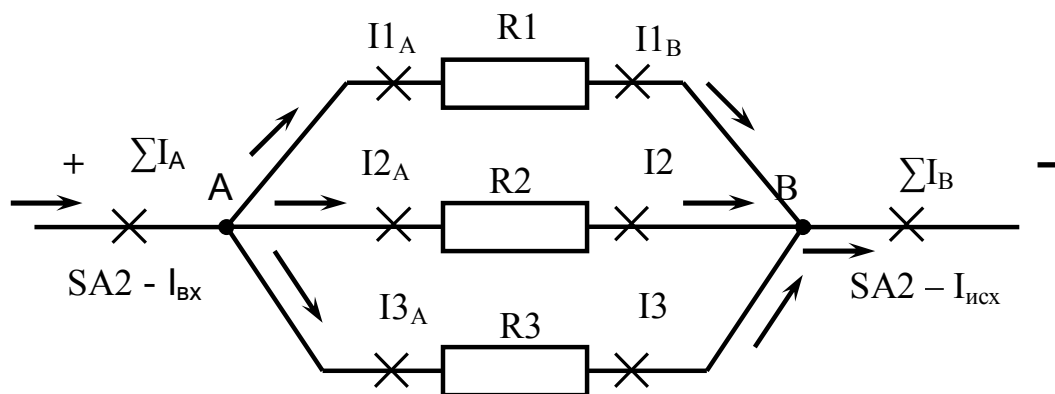

Рис. 10
2. **Для точки В.** Все действия аналогичны действиям для точки А, кроме: SA2 переведите в положение  $I_{\text{исх}}$  (рис. 10) и занесите их в таблицу 4.